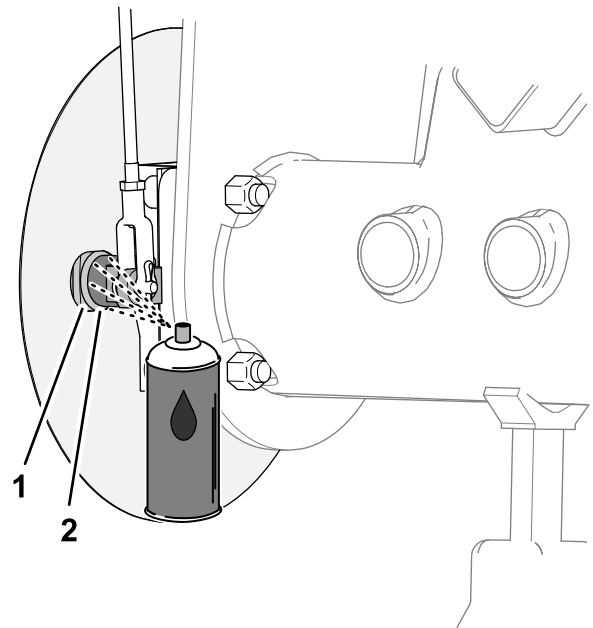
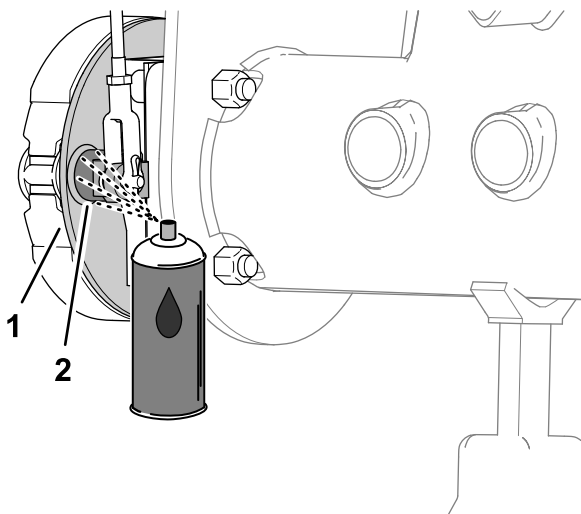

Figura 69
Figura 68
1. No lado interior da placa traseira dos travões (máquinas sem o resguardo de relva do aro da roda opcional) ou o resguardo da roda (máquinas com o resguardo de relva do aro da roda opcional), pulverize óleo penetrante entre o veio do excêntrico dos travões e a placa posterior (Figura 68 ou Figura 69).